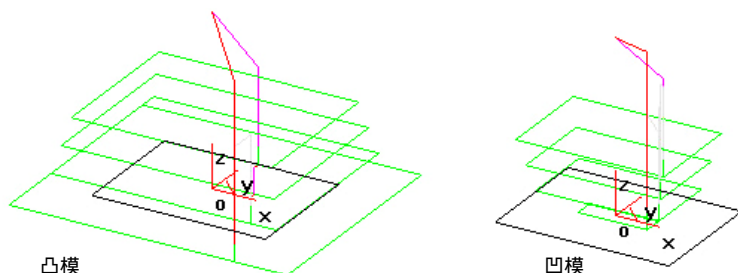

图 7-84 下方向(左)
- 【下方向(左)】: 加工领域为顺时针时，凸模形状做成顺铣轨迹。加工领域为逆时针时，凹模形状做成顺铣轨迹，如图 7-84 所示。